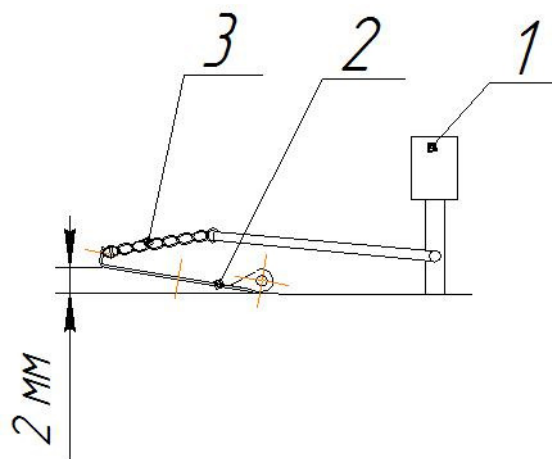

Рис.10 Схема регулятора тяги
Настройка. Нагрейте котел до 60 С. Установите ручку настройки (1) на значение температуры, указанное на термостате котла, используются белые цифры и маркировка. Закрепите цепь(3) заслонки(2) так, чтобы щель составляла 2 мм. Рис.10